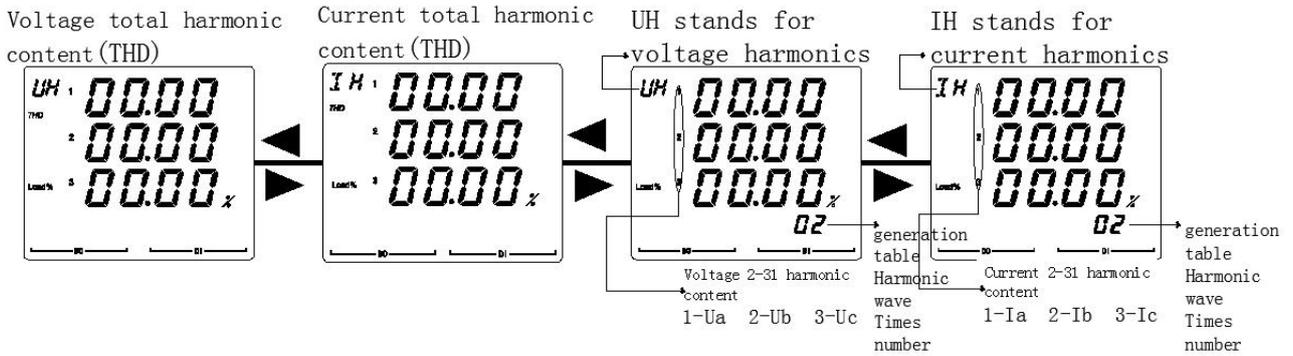

Figura 20.
5.2.5 Vea los parámetros armónicos del medidor AMC72L/96L como se muestra en la Figura 20.